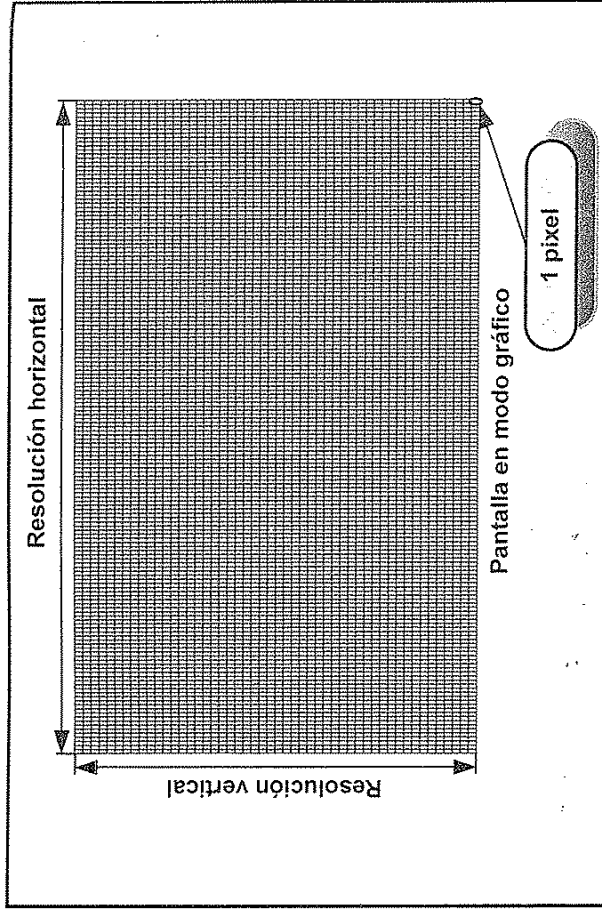

Fig. 8.3. Diagramas de la pantalla en modo gráfico, las resoluciones y los pixels.
- **Modo gráfico.** Se puede modificar el estado de cualquiera de los pixels que componen la pantalla, representando cualquier imagen dentro de las limitaciones de la resolución y cantidad de colores posibles. Ver la Fig. 8.3.